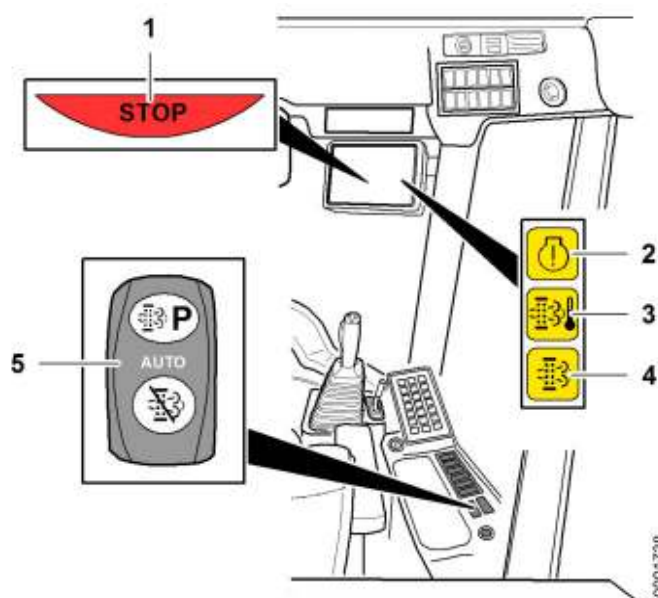

Fig. 214: Impostazione della modalità di rigenerazione
- ▷ Il simbolo **3** (vedere: fig. 214, pagina 189) è acceso a una temperatura dei gas di scarico > 300 °C sull'uscita del tubo di scappamento.
- ▷ È possibile utilizzare la macchina senza alcuna perdita di potenza finché non si accende il simbolo **2** (vedere: fig. 214, pagina 189).
- ▷ Il simbolo **3** (vedere: fig. 214, pagina 189) è acceso a una temperatura dei gas di scarico di > 300 °C sull'uscita del tubo di scappamento.